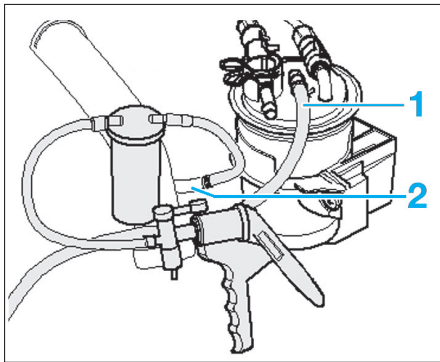

Fig. 41
- Débrancher avec précaution les canalisations d'alimentation (1) et de retour (2) sur le filtre à combustible, venant de la pompe tandem (Fig.41).
- À l'aide d'une pompe à dépression manuelle, aspirer le maximum de gazole contenu dans la pompe tandem, par la canalisation de retour (2) (Fig.41).